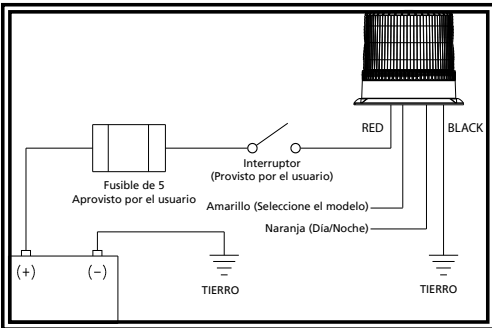

Figura 3
5. Conecte los cables de alimentación como se indica en la sección de cableado (vea la figura 3).
El cableado para esta configuración es el que se muestra en la figura 3 a continuación. Todo el cableado debe ser como mínimo 18 AWG. La línea positiva debe tener un fusible de 5 amperes, según se indica. Se puede utilizar un interruptor para controlar la función de encendido-apagado.